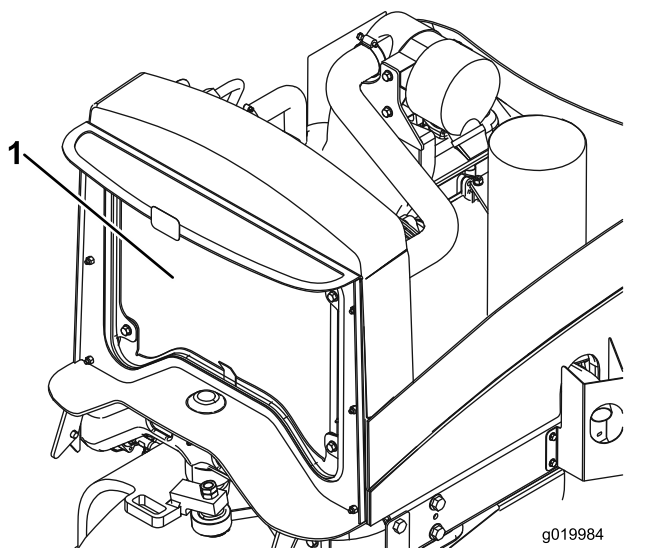

Figure 60
2. Nettoyez soigneusement les deux côtés du radiateur/refroidisseur d'huile à l'air comprimé (Figure 60).